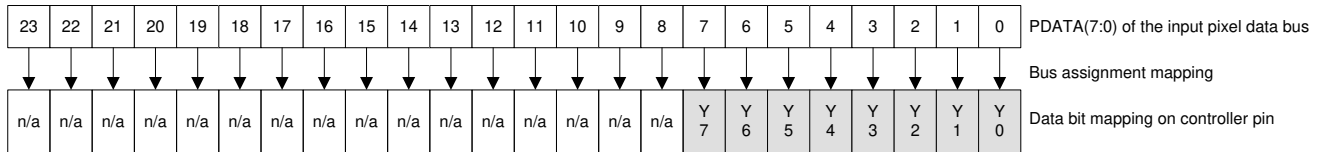

図 5-9. BT.656 インターフェイス モード ビット マッピング
- (1) この式を使用して、クロック ジッタ (ns 単位) を計算します: $ジッタ = [1/f_{clock} - 5.76ns]$ 。クロック ジッタは、セットアップ時間およびホールド時間を維持できる範囲内にある必要があります。BT.656 のデータビットは、図 5-9 に示すように DLPC34xx の PDATA バスにマッピングする必要があります。BT.656 バスモードにおける YCbCr 4:2:2 ソースの PDATA (23:0) マッピングを示しています。
- (2) BT.656 インターフェイスは、業界標準に従ってエンコードされた 8 ビット/色の 4:2:2 YCbCr データを、PCLK のアクティブエッジで PDATA (7:0) を介して受け付けます。図 5-9 を参照してください。